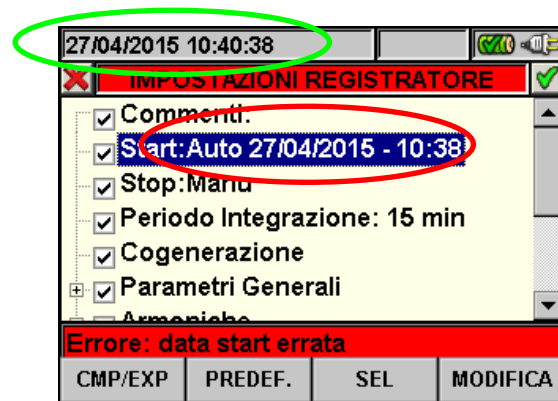

Fig. 110: Data/Ora non corretta
3. Premere i tasti **SAVE** o **ENTER** (o la smart icon ) per salvare ogni impostazione eseguita. In caso di errata impostazione lo strumento fornisce la videata di errore riportata in Fig. 110. Premere il tasto **F4** (oppure **MODIFICA** a display) e ripetere le operazioni del punto 2 inserendo una data/ora coerente. In queste condizioni il tasto **SAVE** non ha alcun effetto fino al ripristino della corretta operazione.